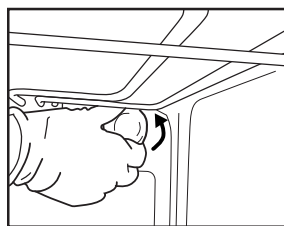

Рис. 8
2. Выкрутите плафон (Рис. 8), замените лампочку (тип новой лампочки указан в примечании) и снова закрутите плафон.